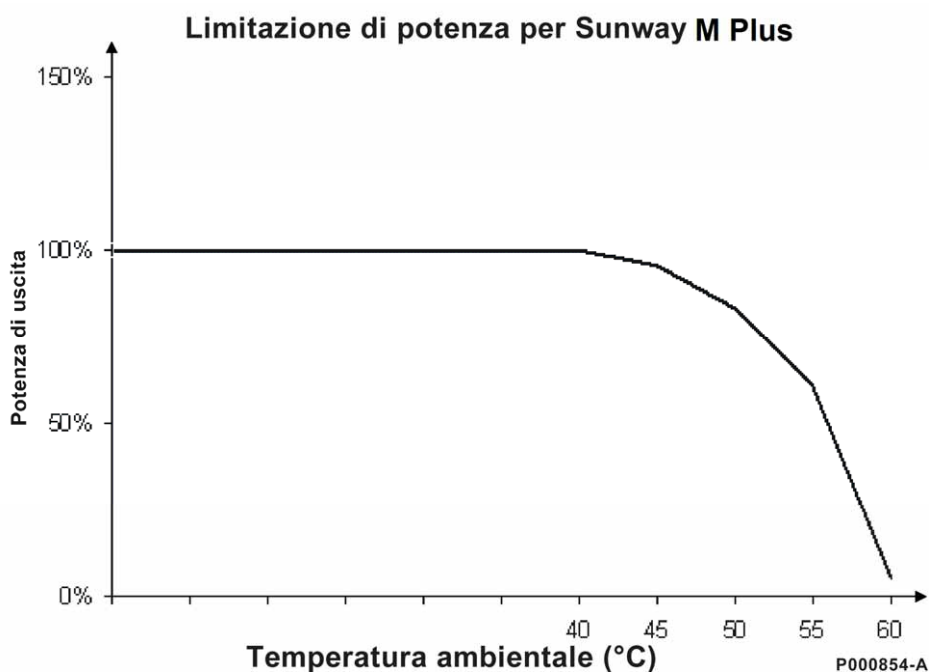

Figura 21: Andamento della potenza in funzione della temperatura
Temperatura ambiente di funzionamento massima [°C]	-25 ÷ +60°C (vedere Figura 21: Andamento della potenza in funzione della temperatura)
** Oltre la temperatura ambiente di 40 °C. il Sunway M Plus riduce automaticamente la potenza erogata per evitare il surriscaldamento (vedere Figura 21: Andamento della potenza in funzione della temperatura).